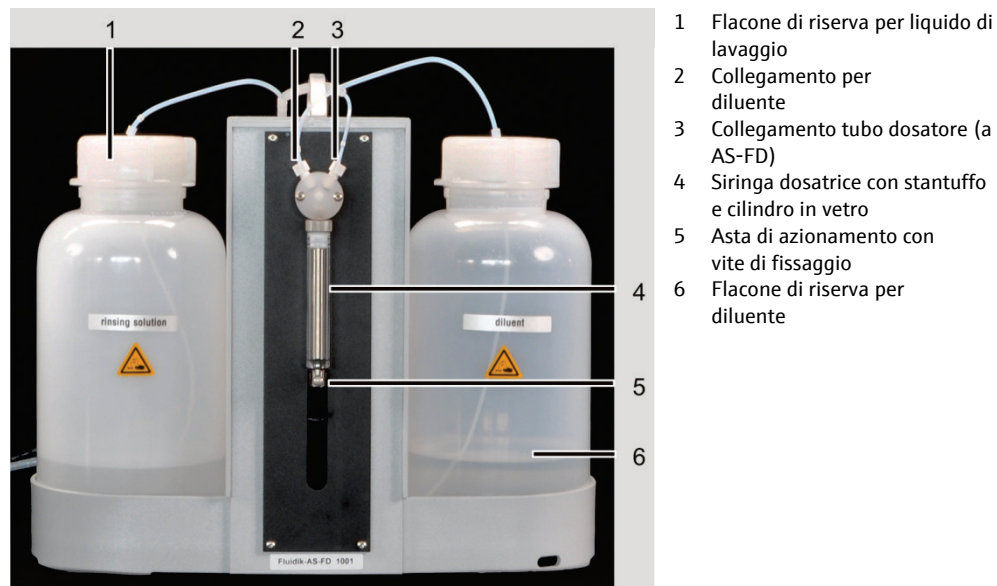

Fig. 46 Dosatore sul modulo fluidico di AS-FD
3. Immergere il tubo corto (contrassegno sul tubo "3") nel flacone di riserva del diluente. Avvitare la seconda estremità alla valvola (2 in Fig. 46 S.76).
4. Avvitare il tubo dosatore del diluente (con guaina, contrassegno "1") al secondo raccordo della valvola (3 in Fig. 46).